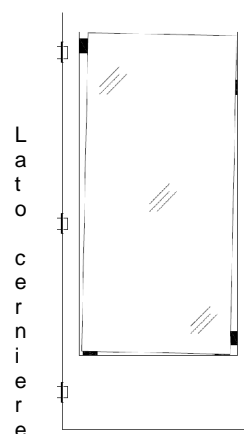

Figura 4
2.2.4 Posizionare il vetro, utilizzare degli spessori per il posizionamento come da figura 4.